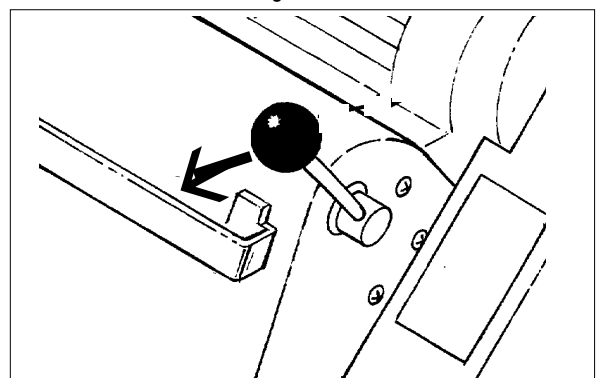

Figura 11
6. Gire la palanca de liberación hacia delante. (Consulte la figura 11)